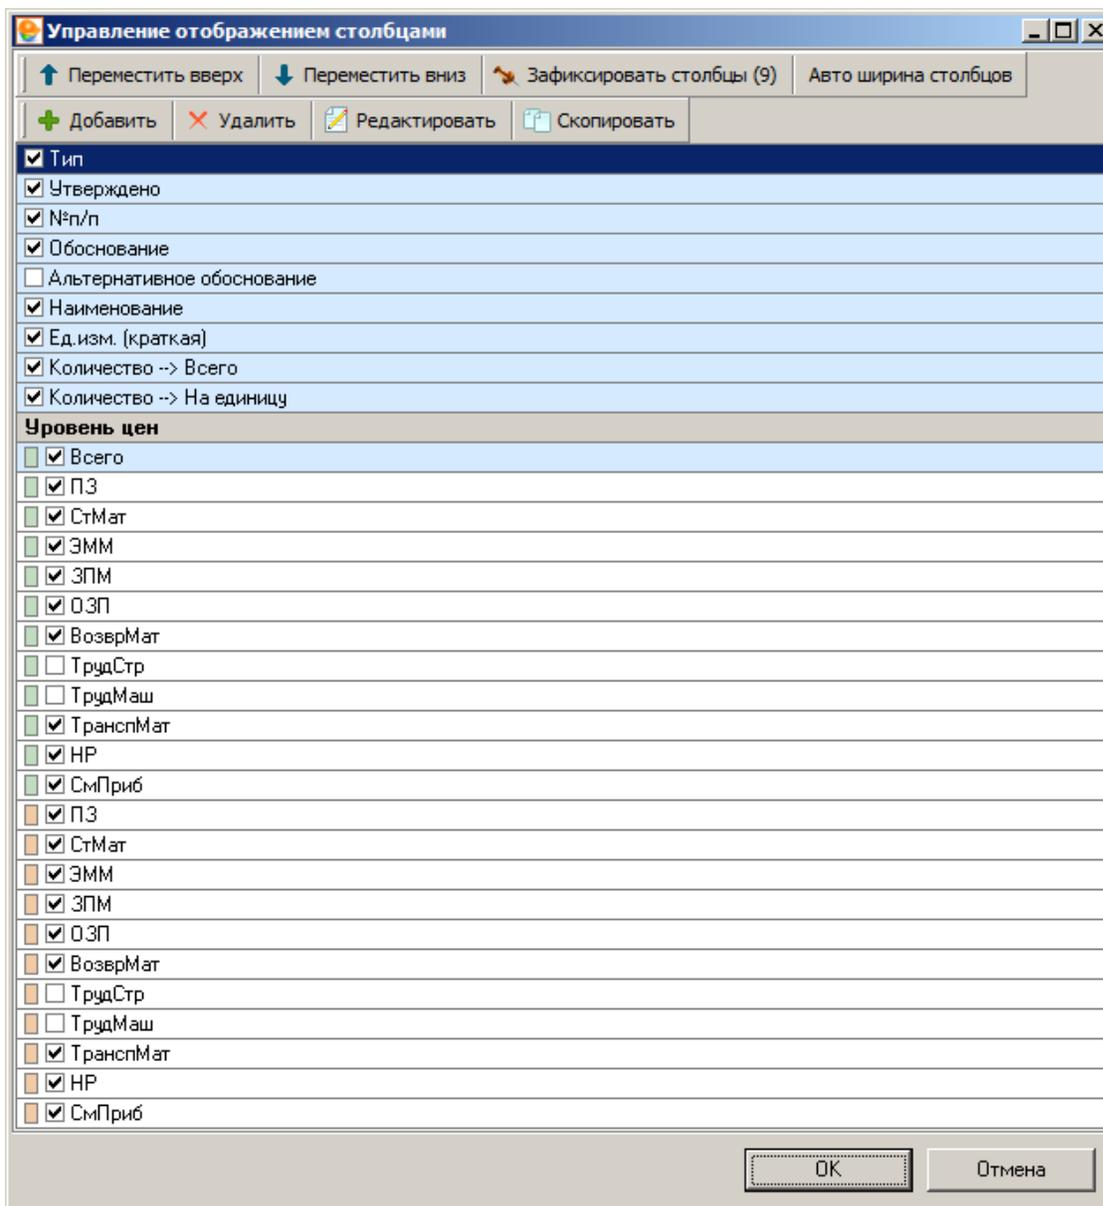

Рис. 5.
- корректировать отображение столбцов – в Комплексе существует возможность управлять содержимым сметной таблицы: скрыть неиспользуемые столбцы, добавить новые или расположить их в другом порядке. Для управления видом таблицы в контекстном меню режима **Проектная смета** выберите пункт **Вид – Настройка вида таблицы**. В появившемся окне (см. рис. 5) флажками отмечены названия столбцов, которые отображаются в сметной таблице. Для добавления столбца в сметную таблицу установите флажок на соответствующем пункте; для скрытия – снимите. Пункты, выделенные голубым цветом, недоступны для редактирования.